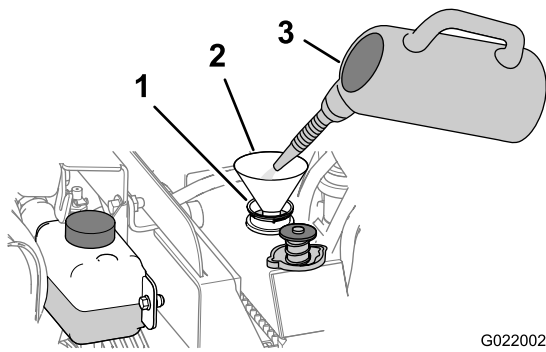

Figura 82
- C. Añada al radiador una solución de limpieza del sistema de refrigeración por el cuello de llenado (Figura 82).